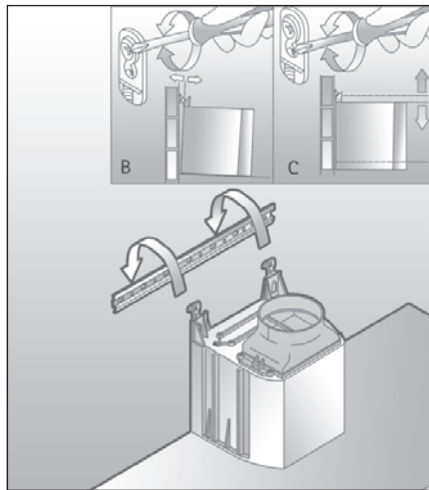

Fig.2
- Enganche o corpo da coifa na barra de sustentação (**fig.2**).
meio dos parafusos (**detalhe na fig. 2**). O parafuso superior (B) regula a distância entre a coifa e a parede e o inferior (C) permite a regulação da posição vertical.